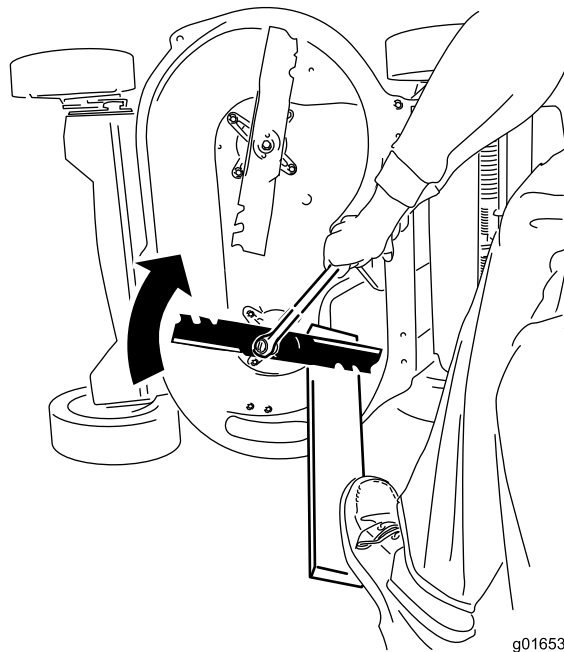

Рисунок 45
2. Удерживайте каждый нож неподвижно с помощью доски и заверните болт крепления ножа по часовой стрелке с помощью динамометрического ключа, как показано на Рисунок 45; затяните болт крепления ножа с моментом 82 Н·м.